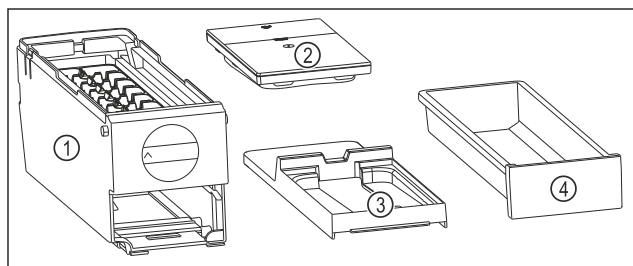

Fig. 156 Составные части EasyTwist-Ice
- EasyTwist-Ice разобран на четыре части. (см. Fig. 156)
- Разбирайте EasyTwist-Ice только на составные части, представленные на рисунке. (см. Fig. 156)
- Очищайте корпус EasyTwist-Ice Fig. 156 (1) как цельное устройство.